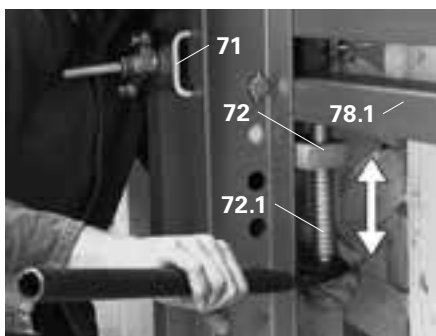

Fig. B3.06
1. Se necessario, allentare il dispositivo di regolazione CB, SCS (72) superiore per lasciare lo spazio necessario.
2. Azionare la vite di posizionamento (72.1) del dispositivo di regolazione CB, SCS (72) sul corrente verticale con la leva di manovra Ch 19 (82). A seconda del verso di rotazione, la cassaforma si alza o si abbassa.
3. Se necessario, riportare il dispositivo di regolazione CB, SCS (72) superiore a finecorsa.
- (Fig. B3.06 + B3.07)